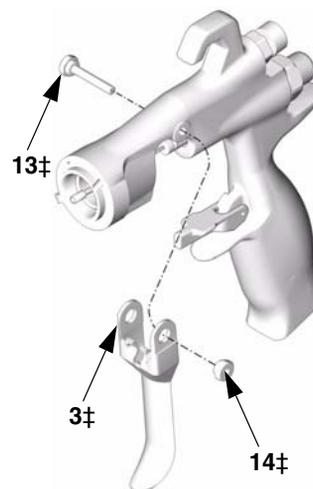

FIG. 38
2. Enlever l'écrou de l'axe de la gâchette (14‡), l'axe (13‡) et la gâchette (3‡) à l'aide de la clé (30) et du tourne-écrou (29). Voir FIG. 38.